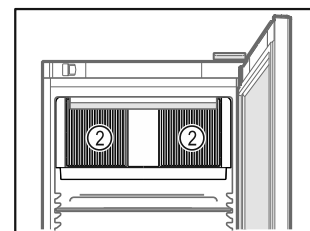

Fig. 54
- ☐ Udržiavajte voľné vetracie štrbiny Fig. 54 (2) cirkulačného ventilátora vo vnútornom priestore.